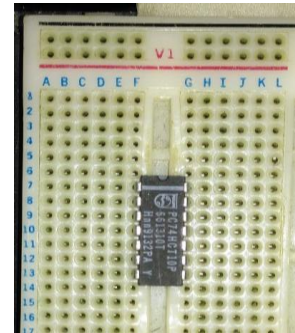

Fig. 1 - Circuito Integrado colocado na bread-board.
- Coloque o circuito integrado na placa de bread-board com a meia-lua para cima, de acordo com a Fig. 1 de forma a evitar curto-circuitos entre as patas do integrado. Note que a numeração dos pins do integrado começa no pin de cima à esquerda (pin 1) até ao pin de baixo à esquerda (pin 7, ground), continuando a contagem no pin de baixo à direita (pin 8) e acabando no pin de cima à direita (pin 14 - Vcc).